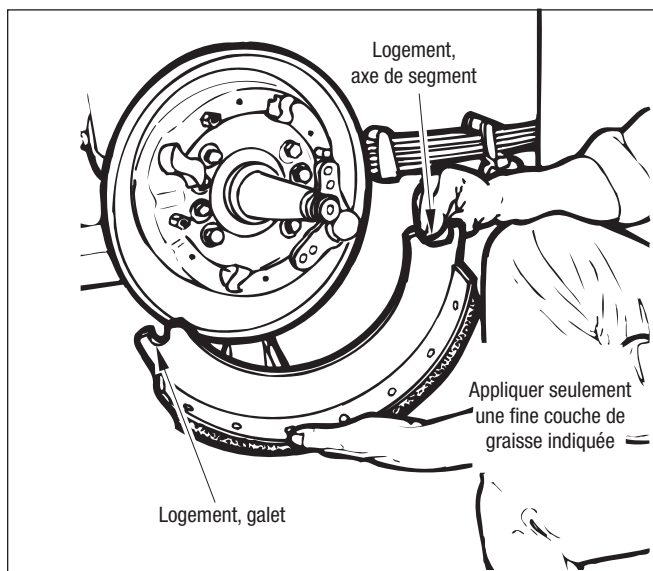

Figure 58 – Lubrification des âmes de segment
2. Appliquer une fine couche de graisse dans les logements du galet de came et de l'axe de segment sur chaque âme de segment. Cf. Figure 58.